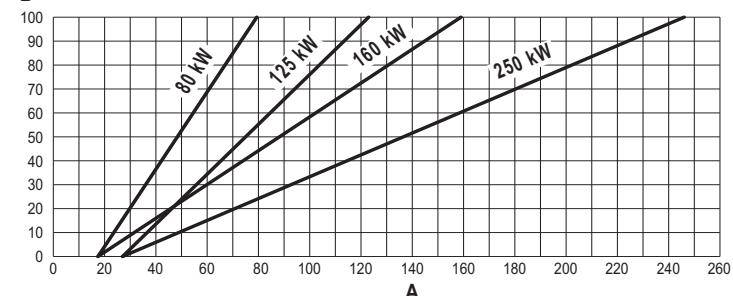

fig. 60
- Premere i tasti riscaldamento (part. 3 e 4 - fig. 1) per aumentare o diminuire la potenza (minima = 00 - Massima = 100). Vedi diagramma "Regolazione Portata Termica" (fig. 60).